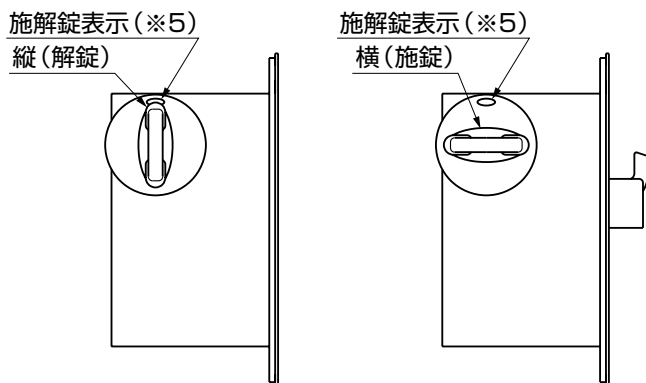

図2-1 サムターンツマミの操作
- おでかけサムターンのツマミを回すと、施解錠表示(※5)が解錠時「白」、施錠時「黒」になります。(図2-1参照)